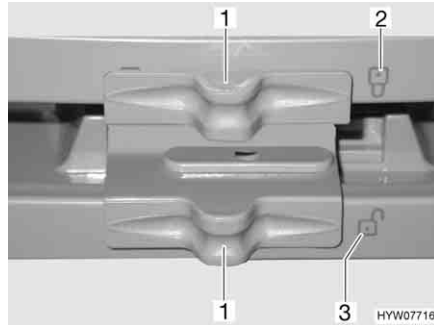

Fig. 197 Verrouillage de la porte du réfrigérateur/du compartiment congélation (Dometic Série 7 avec compartiment congélation séparé)
- Pousser le verrouillage (Fig. 197,1) de côté de telle sorte que le verrou ouvert "☞" (Fig. 197,3) soit visible.
- Pousser le verrouillage (Fig. 197,1) de côté de telle sorte que le verrou fermé "☞" (Fig. 197,2) soit visible.